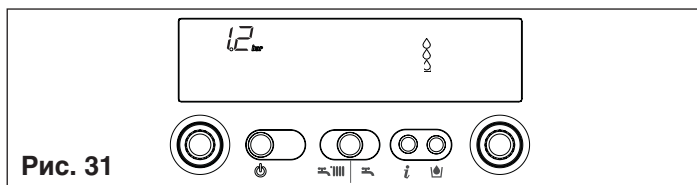

Рис. 31
**Info 2** отображается давление в системе (рис. 31)